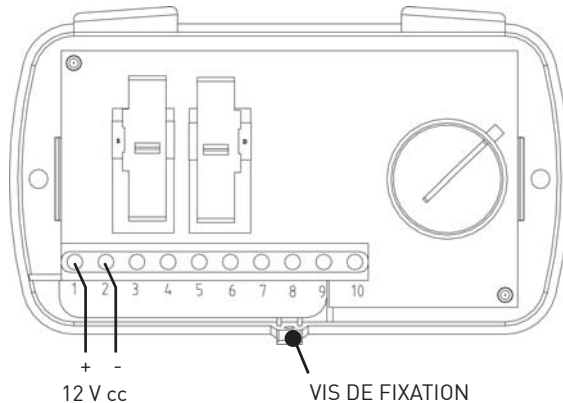

Fig. 12
- Démontez le couvercle de l'unité de commande en dévissant . Branchez les câbles de sortie de l'alimentateur (DC OUT) à l'unité de commande en respectant les polarités (fig. 12).